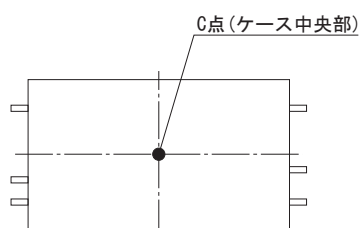

図7.6 強制通風時の温度測定箇所（ケース上面）
②SUC6
■強制通風時（1m/s）は、図7.6のC点の温度が95℃以下となるように通風して、ご使用ください。